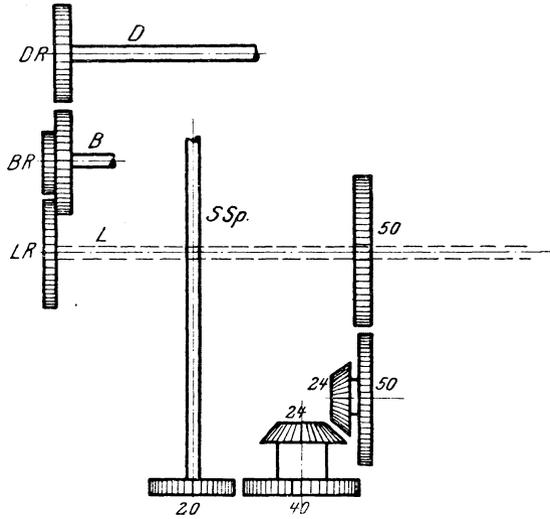

Fig. 4.
2. Aufgabe: Ein Plangewinde von 3 Gang ist mittels Supportspindel von 5 Gang zu schneiden. Übertragungsräder wie Fig. 4 zeigt.
10. Aufgabe: Eine Scheibe soll mit 4,5 mm Plangewinde versehen werden. Supportspindel 5 Gang. Ubertragungsrader nach Fig. 4. Ubertragungsverhaltnis demnach $\frac{2}{1}$. (Siehe Aufgabe 9 unter c.)
Übertragung nach Fig. 4.